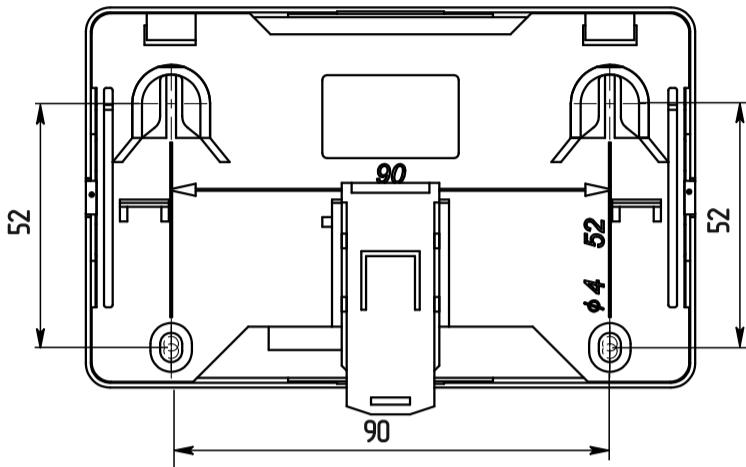

Рисунок 3
- б) смонтировать адресную метку на DIN-рейку или на стену, используя отверстия в основании (Рисунок 3);